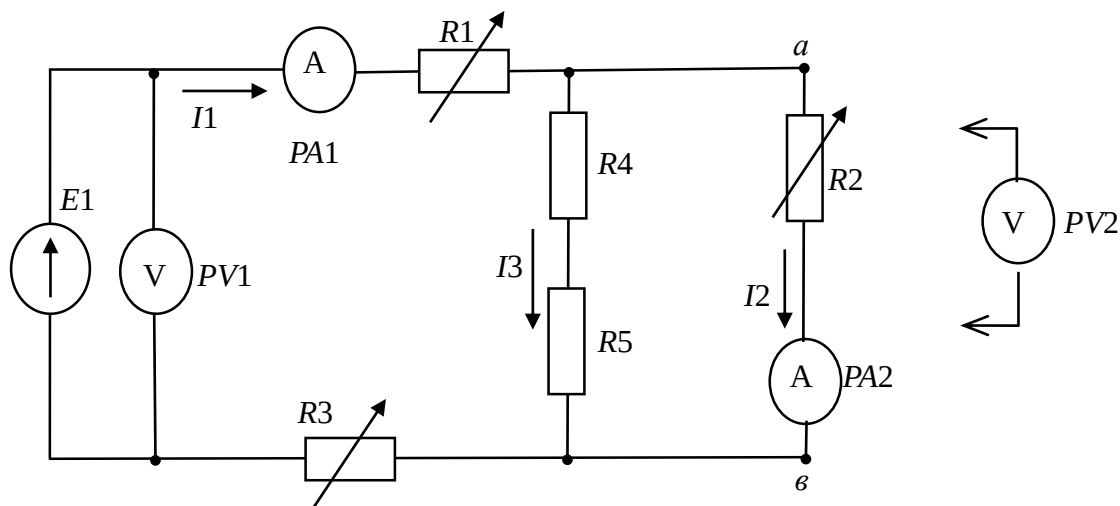

Рис. 6. Схема линейной электрической цепи постоянного тока со смешанным соединением элементов
7. Соберите цепь со смешанным соединением резисторов (рис. 6). В качестве резисторов R_1 , R_2 , R_3 используйте резисторы блока «Резисторы / Активная нагрузка», а в качестве R_4 , R_5 – резисторы модуля «Диоды, резисторы, конденсаторы», выбрав их сопротивления в соответствии с заданным вариантом (табл. 5). В качестве амперметров PA_1 – PA_2 используйте ампервольтметры модуля «Измерительные приборы» в режиме DC. Для измерения напряжений на резисторах используйте один из мультиметров. Представьте схему для проверки преподавателю.